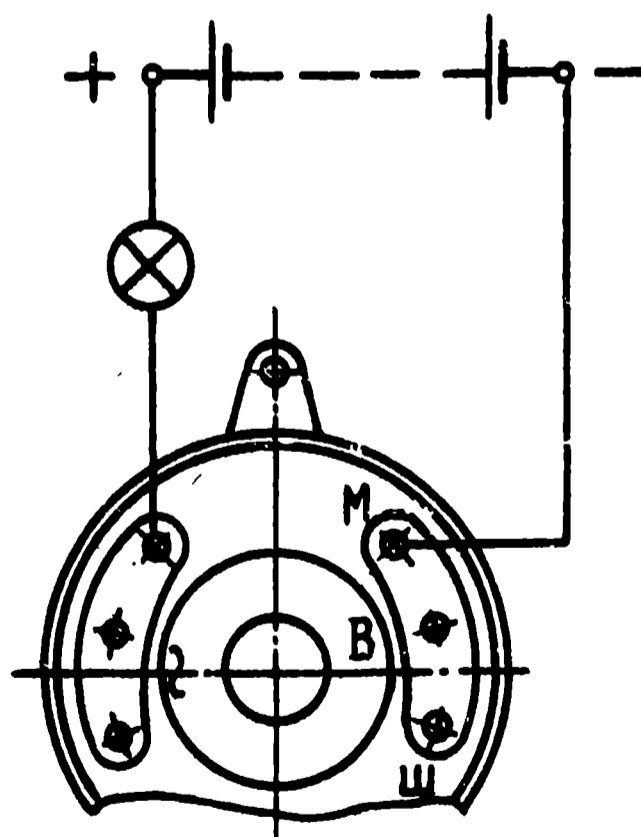

Рис. 100. Схема проверки выпрямителя и обмоток статора
3. Лампу подключите по схеме, приведенной на рис. 100. Лампа не должна гореть. Горение лампы указывает на короткое замыкание одного или нескольких вентилях обратной полярности или короткое замыкание обмотки статора на корпус генератора.